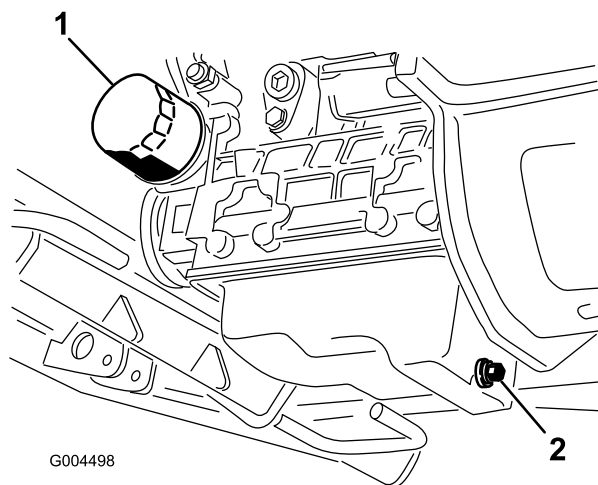

Figura 43
3. Coloque um recipiente de drenagem debaixo do recipiente do óleo e alinhe-o com o tampão de escoamento (Figura 43).
6. Retire e substitua o filtro do óleo (Figura 43).